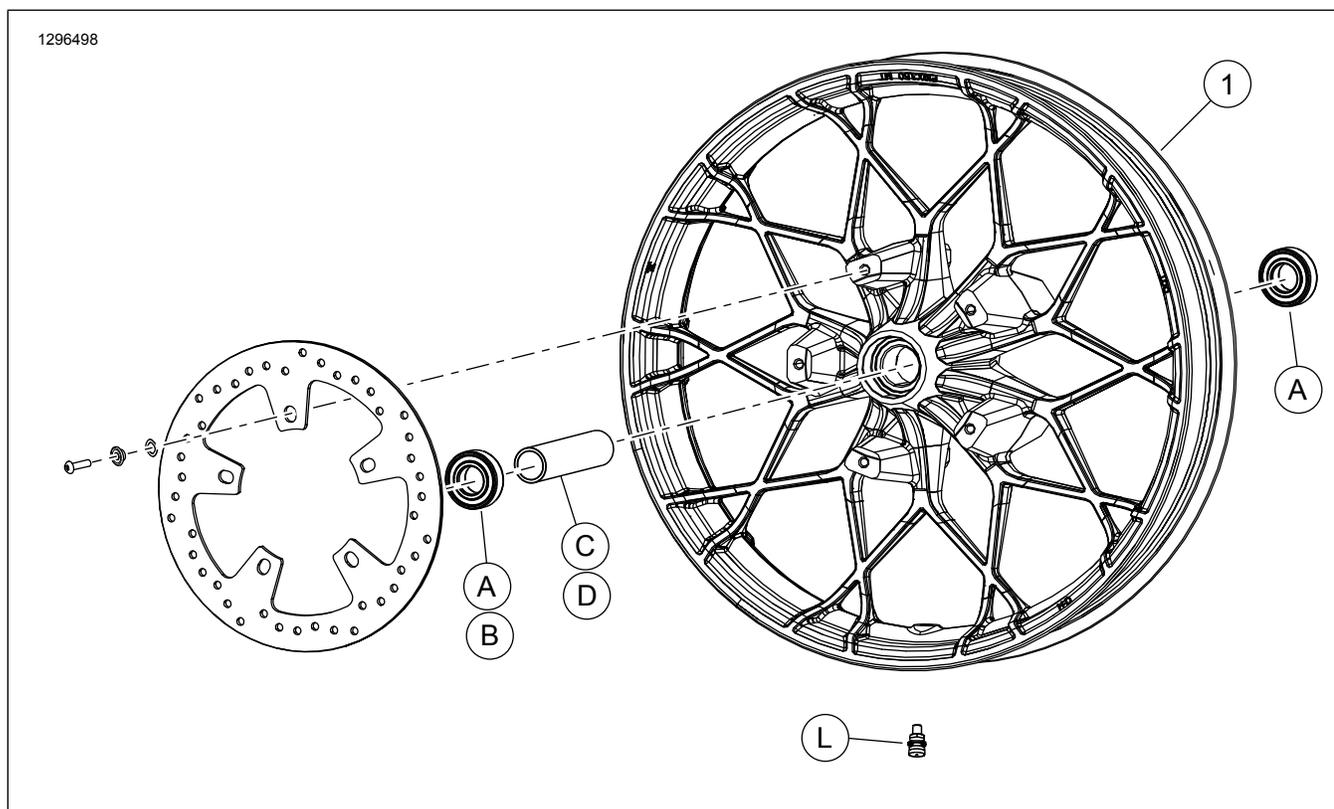

Figure 2. Pièces de rechange : Roue avant
Ce kit comprend uniquement une roue personnalisée. Consultez Figure 2 et Tableau 2 .
2. Consultez Figure 2 . Installez l'assemblage du corps de valve (L) sur la roue. Consultez le manuel d'entretien.